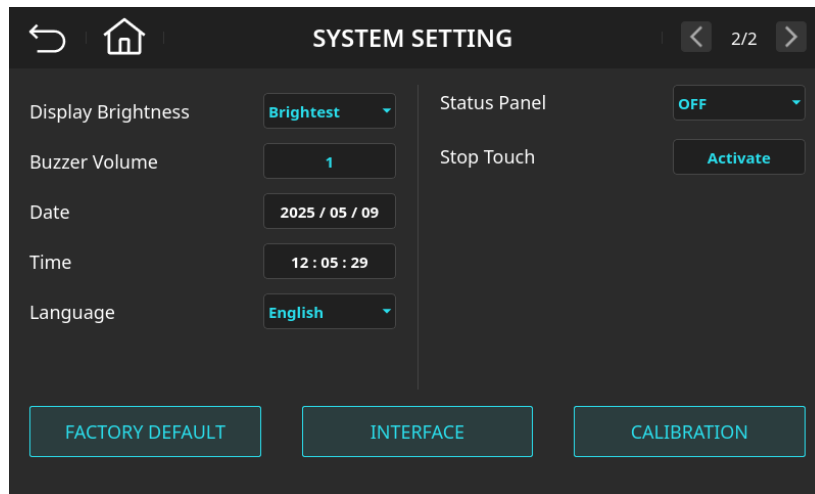

图 6-16 系统功能设定页面(Buzzer Volume=1)
3. 输入 [1] 后按下  键，数值变更成“1”，如图 6-16 所示。